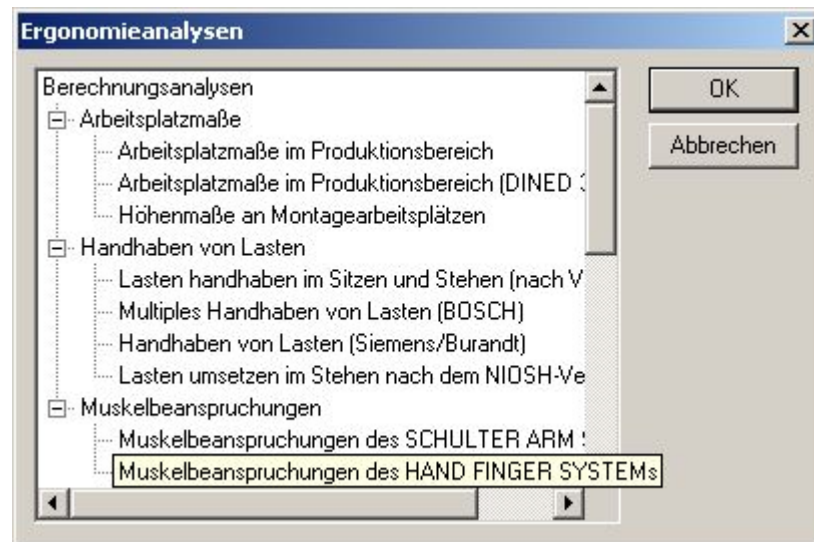

Abbildung 309: Auswahlfenster Ergonomieanalysen.
- ⇒ Es öffnet sich das Auswahlfenster „Ergonomieanalysen“ (siehe Abbildung 309).